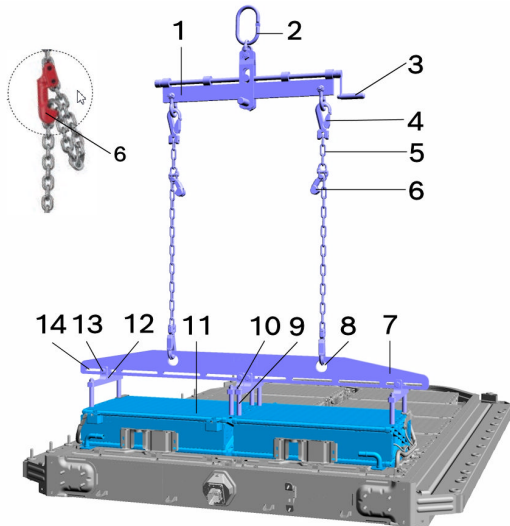

Bild 7: Heben eines Batteriemodulpaars
2. Die Länge der Anschlagketten (5) wie in Bild 7 dargestellt mithilfe der Verkürzungsklauen (6) einstellen.